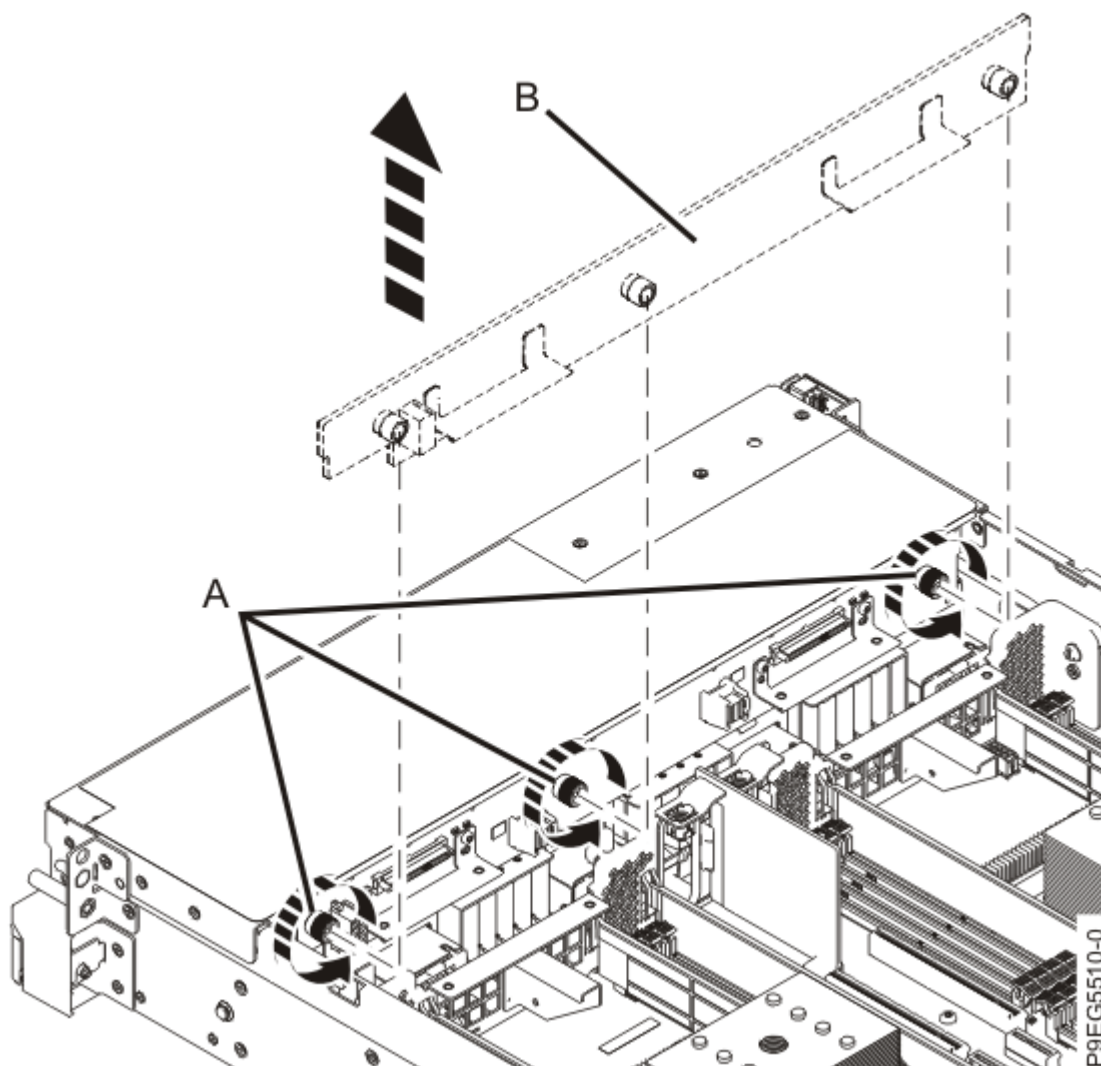

Figura 13. Soltando os parafusos do painel traseiro da unidade de disco
9. Desaparafuse os três parafusos de aperto manual fixo **(A)** do painel traseiro da unidade de disco **(B)** conforme mostrado na Figura 13 na página 15 até soltar totalmente.